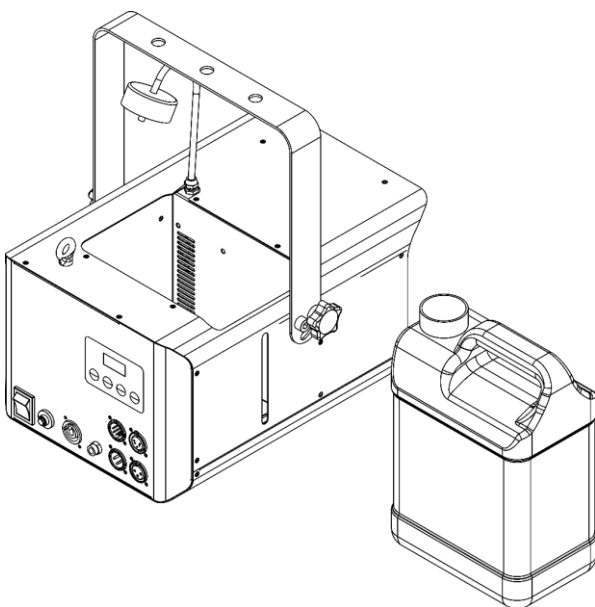

Abb. 16
- 04) Stellen Sie den Flüssigkeitsbehälter auf eine ebene Fläche in der Nähe des Geräts, wie in Abb. 16 gezeigt.